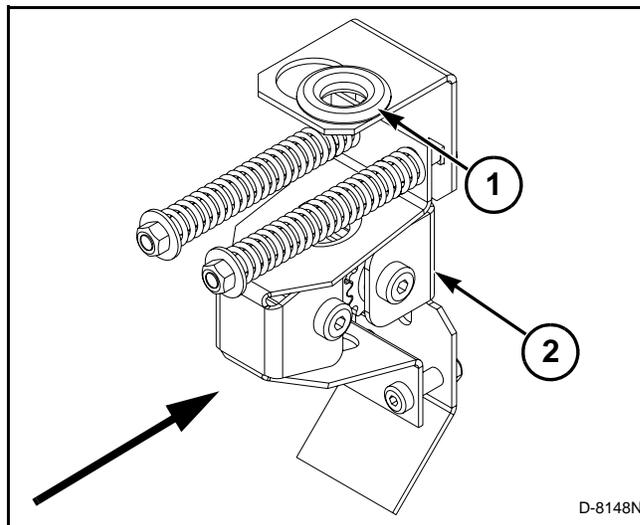

FIG. 30
FIG. 30: Asegúrese de que las guías de cordel (1) en los tensores de cordel (2) estén situadas en el orificio del lado derecho para las agujas uno y dos y en el orificio del lado izquierdo para las agujas tres y cuatro.